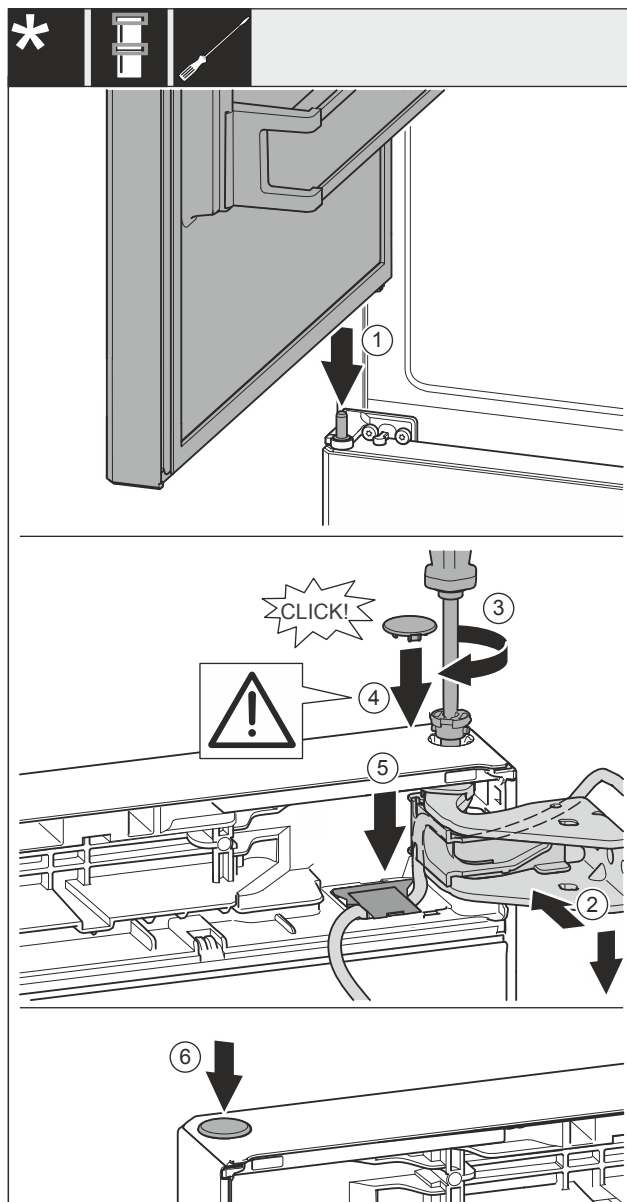

Fig. 51
- ▶ Helyezze rá a felső ajtót a középső csapszegre Fig. 51 (1).
- ▶ Igazítsa be az ajtót fent a csapágybak Fig. 51 (2) nyílásához.
- ▶ Helyezze be a csapszeget Fig. 51 (3), és húzza meg csavarhúzóval.
- ▶ Helyezze be a fedelet Fig. 51 (4).
- ▶ Ellenőrizze, hogy a fedél Fig. 51 (4) felfekszik-e az ajtóra.
- ▶ Helyezze be a fedelet Fig. 51 (5), és nyomja le, míg a helyére nem pattan.
- ▶ Helyezze be a fedelet Fig. 51 (6).